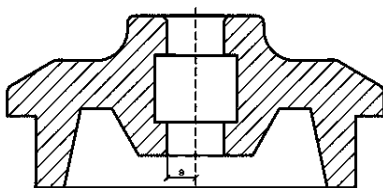

Рисунок 11.4 – Рабочий чертеж детали
3) Выполнить команду *Revolve*, при появлении первой подсказки щелкнуть по контуру образующей, а в ответ на следующий вопрос указать координаты линии, отстоящей на 8 мм от образующей (рис. 11.4).